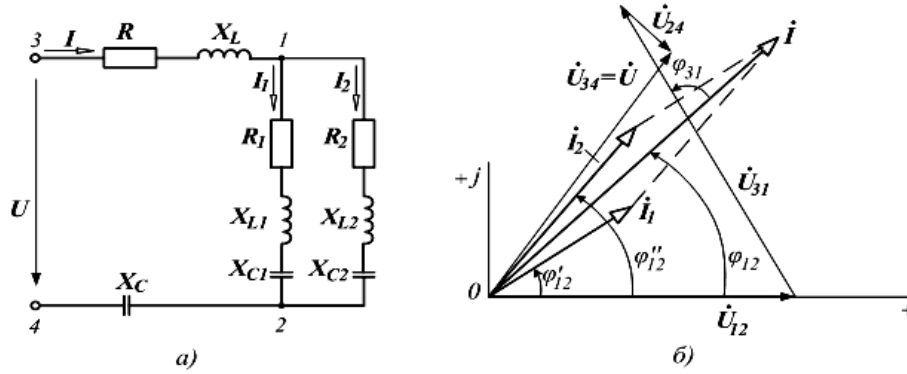

Рис.7.3
**ЗАДАЧА 7.3.** Для последовательно – параллельной электрической цепи переменного тока (рис. 7.3, а) определить токи  $I, I_1, I_2$  на всех участках цепи, активную  $P$ , реактивную  $Q$  и полную  $S$  мощности цепи. Построить векторную диаграмму напряжений и токов. Напряжение питания  $U = 127 \text{ В}$ , активные и реактивные сопротивления цепи:  $R = 2 \text{ Ом}$ ;  $R_1 = 15 \text{ Ом}$ ;  $R_2 = 10 \text{ Ом}$ ;  $X_L = 10 \text{ Ом}$ ,  $X_{L1} = 10 \text{ Ом}$ ;  $X_{L2} = 20 \text{ Ом}$ ;  $X_C = 2 \text{ Ом}$ ;  $X_{C1} = 20 \text{ Ом}$ ;  $X_{C2} = 30 \text{ Ом}$ .